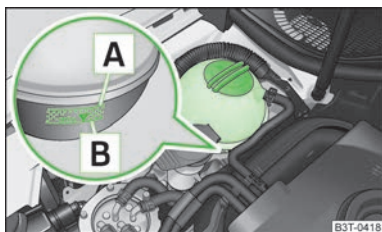

Fig. 159
Para rellenar recomendamos utilizar solamente aquel líquido refrigerante cuya designación se encuentra en el depósito de expansión del refrigerante » fig. 159 de la página 189.
- Comprobar el nivel de líquido refrigerante en el depósito de expansión del mismo. » fig. 159. Con el motor frío, el nivel de líquido refrigerante debe encontrarse entre las marcas **B** (mín.) y **A** (máx.). Con el motor caliente, el nivel puede sobrepasar también ligeramente la marca **A** (máx.).
- Colocar un trapo sobre el tapa de cierre del depósito de expansión de líquido refrigerante » fig. 159 de la página 189 y desenroscar el tapón **con cuidado**.
¡No rellenar el depósito de líquido refrigerante por encima de la marca **A** (máx.) » fig. 159 de la página 189! El líquido refrigerante excedente es expulsado del sistema de refrigeración a través de la válvula de sobrepresión situada en el tapón de cierre del depósito de compensación del refrigerante al calentarse.